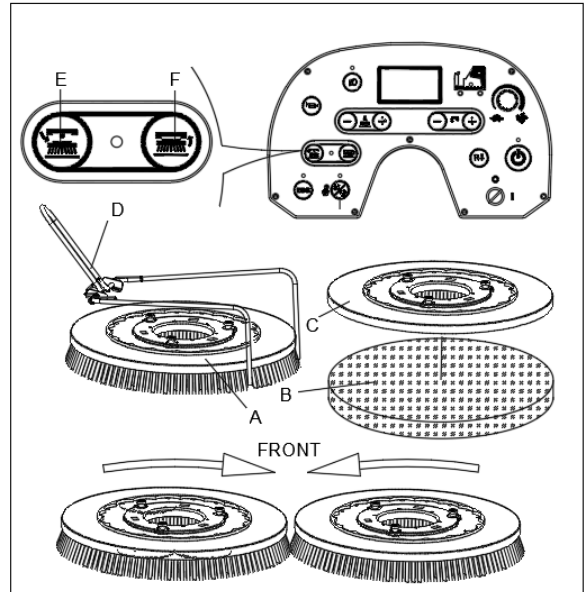

Abb. 8
Installieren Sie entweder den Bürste- (A, Abbildung 8) oder den Pad-Halter (B und C, Abbildung 8) entsprechend der Art des zu reinigenden Bodens.
2. Führen Sie die Bürsten- (A, Abbildung 8) oder Pad-Halter (B, Abbildung 8) unter die Abdeckung. Verwenden Sie den Bürsteneinbaustopp (D, Abbildung 8), um die richtige Position des Bürsten-/Pad-Halters zu finden.
3. Zur Installation des Bürsten-/Pad-Halters drücken Sie auf die Bürsten-/Pad-Halter-Auslösetaste (F, Abbildung 8), wobei der Bürsten-/Pad-Halter automatisch ausgelöst wird. Die Drehrichtung ist hier dargestellt (Abb. 8). Die LED-Kontrollleuchte blinkt.
1. Stecken Sie den Zündschlüssel (53, Abbildung 3) ein und schalten Sie ihn auf „I“. Achten Sie darauf, dass sich der Bürsten-/Pad-Halter in der angehobenen (UP-) Position befindet. Zum Entfernen des Bürsten-/Pad-Halters drücken Sie auf die Bürsten-/Pad-Halter-Auslösetaste (E, Abbildung 8), wobei der Bürsten-/Pad-Halter automatisch ausgelöst wird. Die LED-Kontrollleuchte leuchtet dauerhaft auf.